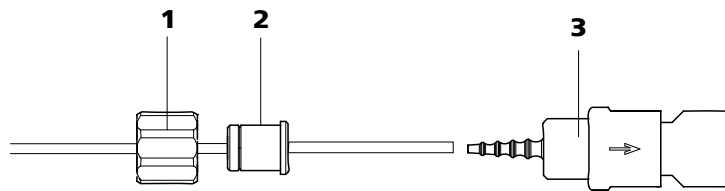

Figura 29 Instalación de una conexión de tubo de bomba con filtro
Para proteger el MSM de partículas extrañas o del crecimiento de bacterias se tiene que montar una conexión de tubo de bomba con filtro (6.2744.180) (29-3)(véase Figura 29, página 51) entre la bomba peristáltica y los capilares de entrada del MSM.
- **Caso A:** Conecte una conexión de tubo de bomba **con filtro** 6.2744.180 (véase Figura 29, página 51) o